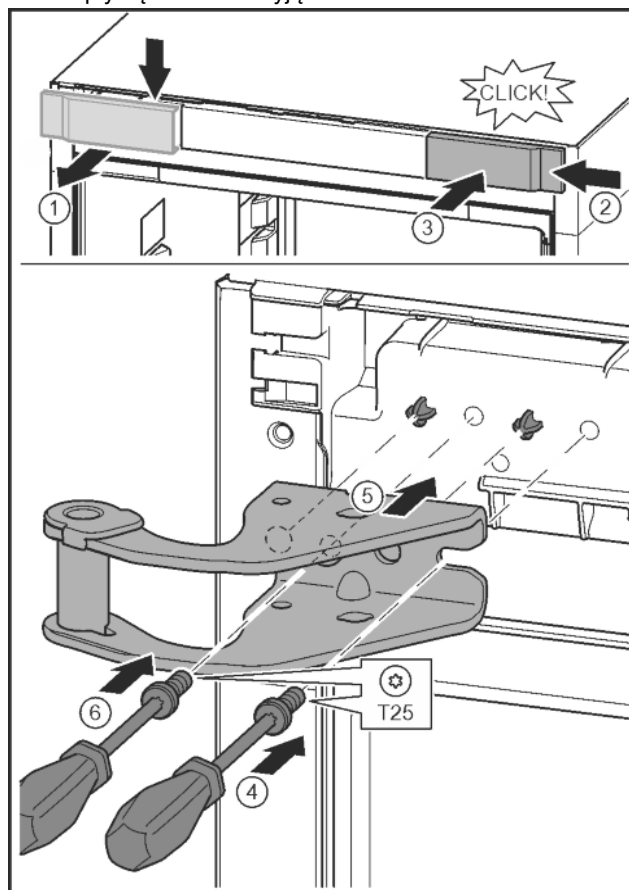

Fig. 14
- ▶ Poluzować osłonę i zdjąć w bok. Fig. 14 (1)
- ▶ Osłonę obrócić o 180° założyć z drugiej strony od prawej. Fig. 14 (2)
- ▶ Zazębnić osłonę. Fig. 14 (3)
- ▶ Śrubę założyć przy pomocy śrubokręta T25. Fig. 14 (4)
- ▶ Założyć górną płytkę zawiasu. Fig. 14 (5)
- ▶ Dokręcić śrubę. Fig. 14 (4)
- ▶ Śrubę założyć przy pomocy śrubokręta T25 i mocno dokręcić. Fig. 14 (6)